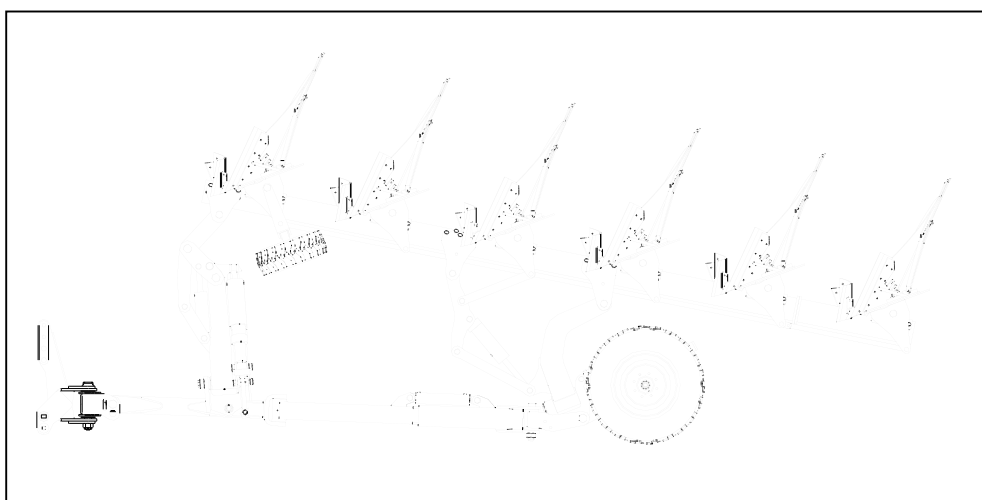

fig.20
- Lo stesso dispositivo ha anche la funzione di facilitare il trasporto dell'attrezzo su strada (vd. fig.20).